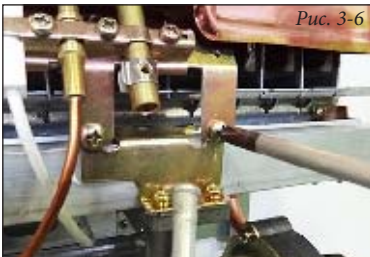

Рис. 3-6
- вывинтите винты крепления запальной горелки (Рис. 3-6);